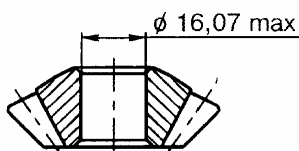

Рис.11.
5.2.5 Сателлит - 2101-2403055, рис.11.